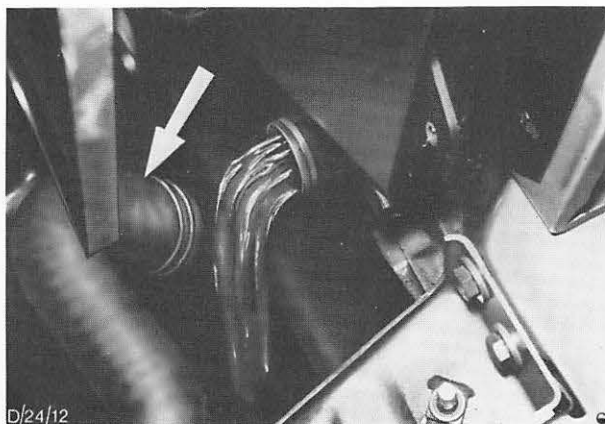

Abb. 118 Unteren Kühlerschlauch zum Ablassen des Kühlmittels abschließen
4. Kühlmittel teilweise ablassen, dazu unteren Kühlerschlauch vom Kühler abschließen und Kühlmittel ablaufen lassen. Abb. 118.